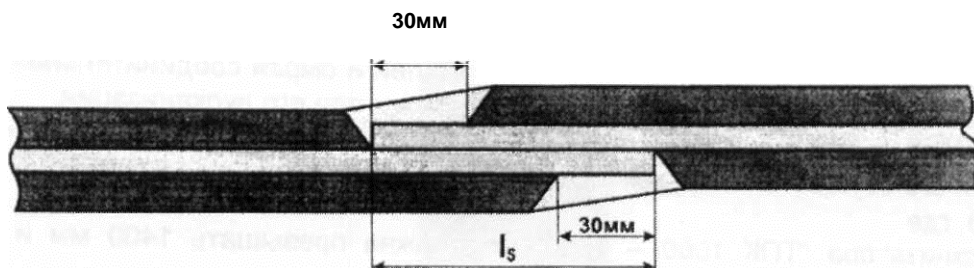

Рисунок 5 – Разделка однослойной ленты
5.2.1. Обеспечивается одинаковая толщина стыка, прочность стыка равна прочности ленты (Рисунок 5).